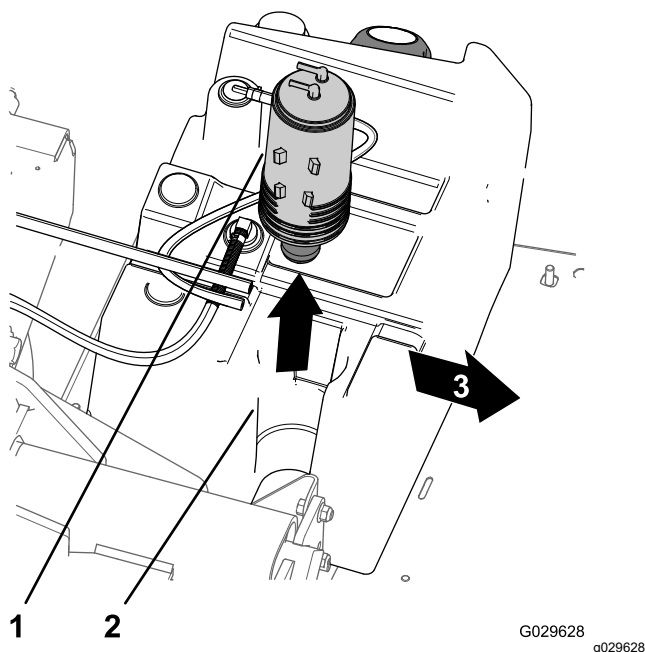

Figura 47
3. Levante o recipiente de carbono da montagem do recipiente de carbono no dep 1/2 sito de combust 1/2 vel (Figura 47).
7. Insira o novo recipiente de carbono na montagem do recipiente de carbono do depósito de combustível com as uniões de purga e depósito de combustível alinhadas para trás (Figura 47).